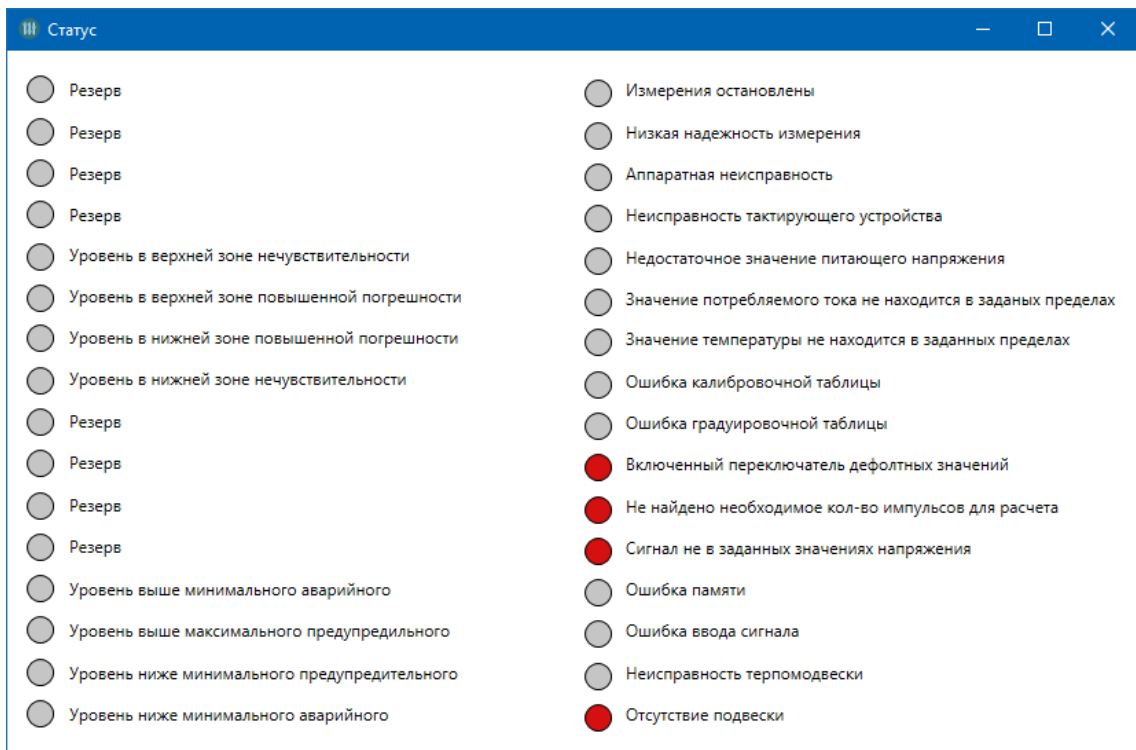

Рисунок 8 – Вікно для розшифрування статусу рівнеміра
- «Статус», яка дозволяє розшифрувати статус-регістр рівнеміра (рис. 8)